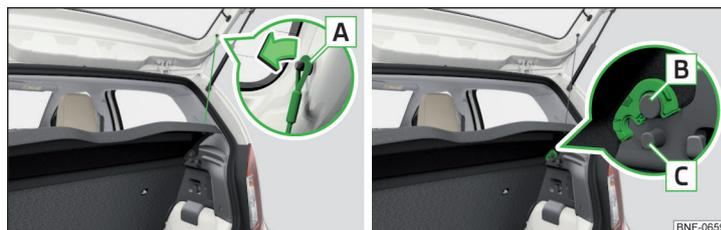

Fig. 78 Démontage/remontage de la tablette du coffre
Si les sangles » fig. 78 sont accrochées au capot du coffre à bagages, la plage arrière du coffre (ci-après uniquement désignée par le terme "plage arrière") s'ouvre en même temps que le capot.
- Verrouillez la tablette dans les supports » fig. 78.
La tablette sort des supports » fig. 78.
- Décrocher les sangles des deux côtés du capot du coffre à bagages dans le sens de la flèche » fig. 78.
- Placez la tablette sur les supports **B** » fig. 78 et appuyez sur la surface supérieure de la tablette, afin de la verrouiller dans les supports.